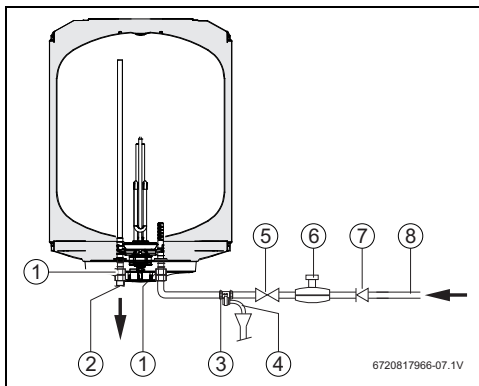

Fig. 10 Ligação de água
De forma a evitar problemas provocados por alterações de pressão súbitas na alimentação, aconselha-se a montagem de uma válvula anti-retorno a montante do termoacumulador (Fig. 10, [7]).
- ▶ Instalar a válvula de segurança na entrada de água do termoacumulador (Fig. 10).
- ▶ instalar uma válvula redutora (Fig. 10). A válvula de segurança vai atuar sempre que a pressão da água no termoacumulador for superior a 8 bar ($\pm 0,5$ bar), pelo que é necessário prever uma forma de canalizar o escoamento dessa água.
- ▶ Fechar a válvula de corte de água (→Fig. 10).